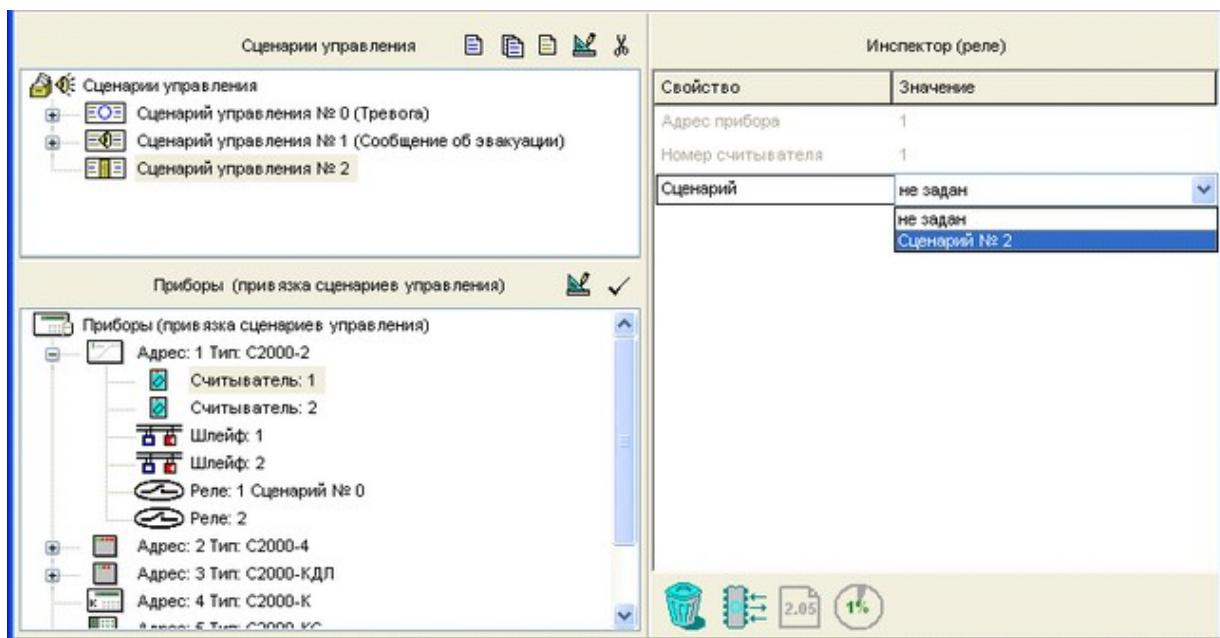

Рисунок 52
- Привязать создаваемый сценарий управления к считывателю/считывателям, которым пульт будет синхронно выдавать управляющие команды в рамках создаваемого сценария. Для этого следует в окне сценариев управления отметить нужный сценарий управления, затем в нижнем окне выбрать нужный считыватель/считыватели и либо нажать кнопку в палитре инструментов окна привязки, либо выбрать нужное значение параметра «Сценарий» в окне «Инспектор» (см. Рисунок 52).